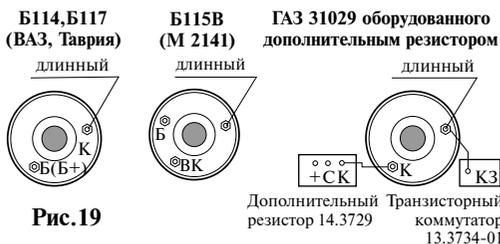

Рис. 19
Карбюраторный двигатель - желтый провод выведите под капот и подключите к выводу катушки зажигания, соединенному - с прерывателем (для контактной системы зажигания) Рис. 19.
- коммутатором (для бесконтактной системы зажигания) Рис. 19.